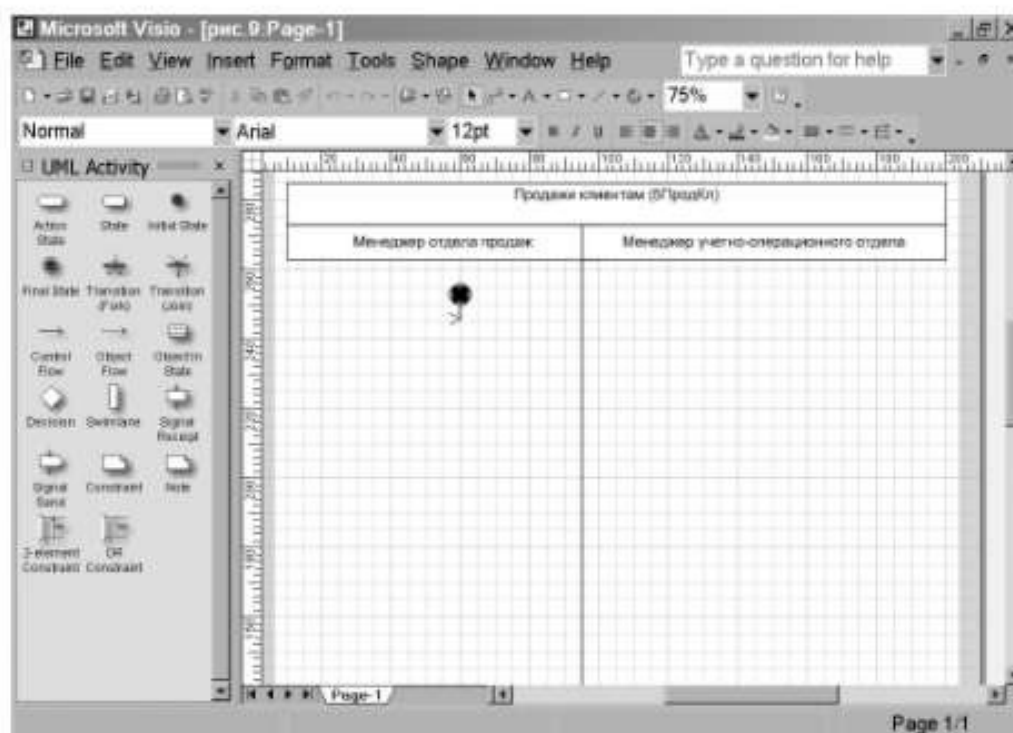

Рис. 13. Подготовительная стадия для изображения диаграммы действий
6. На панели инструментов «Стандартная» зафиксируйте пиктограмму с изображением буквы «А». Внесите в качестве заголовка полное наименование бизнес-процесса «Продажи клиентам», сокращенное наименование (5ПродКл), и участников бизнес-процесса в соответствии с рис. 13.
8. Обозначьте на диаграмме начало процесса символом «Initial state» в графе, отведенной для изображения действий менеджера отдела продаж (см. рис. 13). Не забывайте, что работу с графическими формами можно осуществлять только при активированной пиктограмме с изображением стрелки на панели «Форматирование».